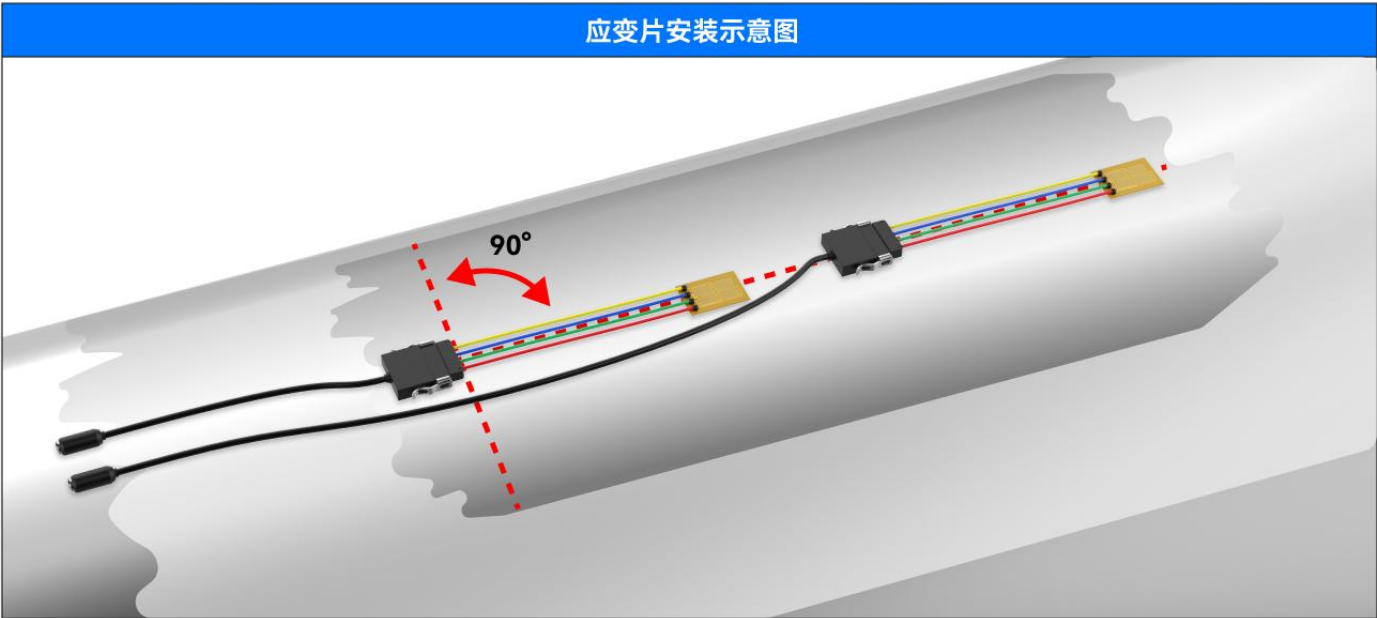

图3.19
1. 应变计安装在轴的轴线上，如图3.19，以便在发送器覆盖时受到保护。您在阶段4.3中创建的抛光线将有助于实现应变片的正确对齐。